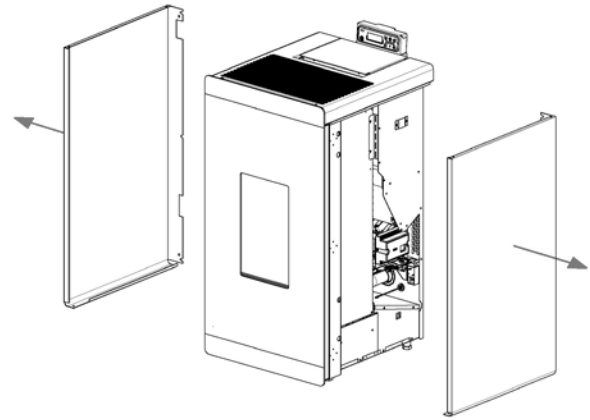

Fig. 70 - Entfernen der Seiten
- Die Seiten entfernen (siehe **Fig. 70**).